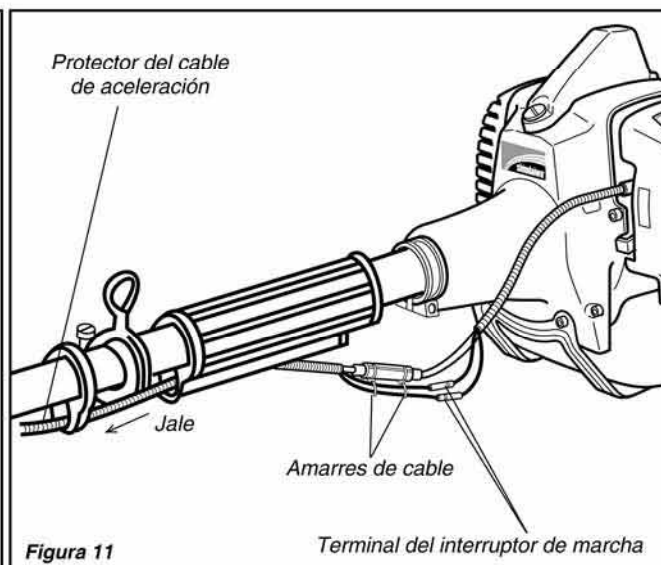

Figura 11
Para los pasos del 6 al 9, consulte la figura 11.
- de aceleración con un amarre de cable. Consulte la figura 11.
9. Instale el protector de cadera sobre el tubo exterior. Consulte la figura 11.